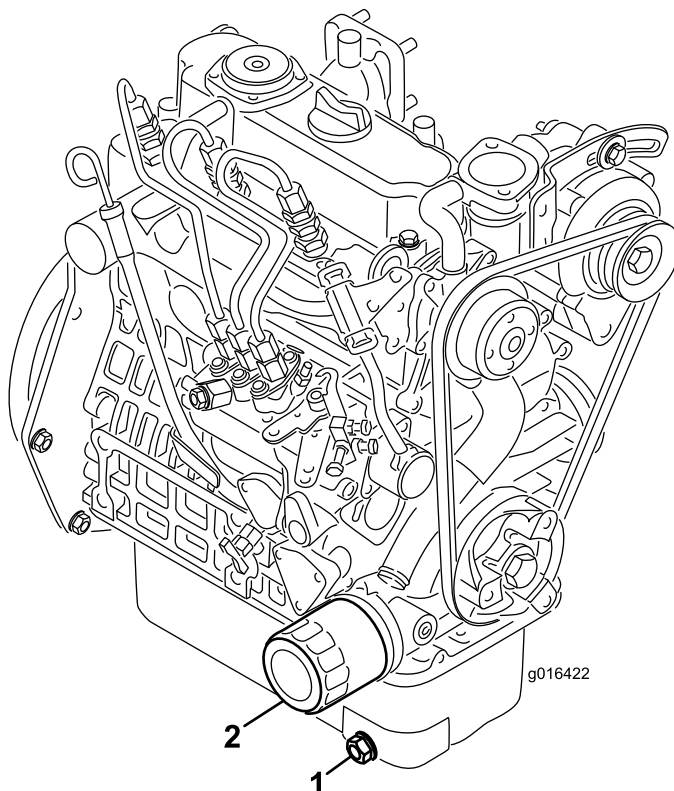

Figura 36
1. Togliete il tappo di spurgo (Figura 36) e lasciate defluire l'olio in una bacinella. Quando l'olio cessa di defluire, rimontate il tappo.